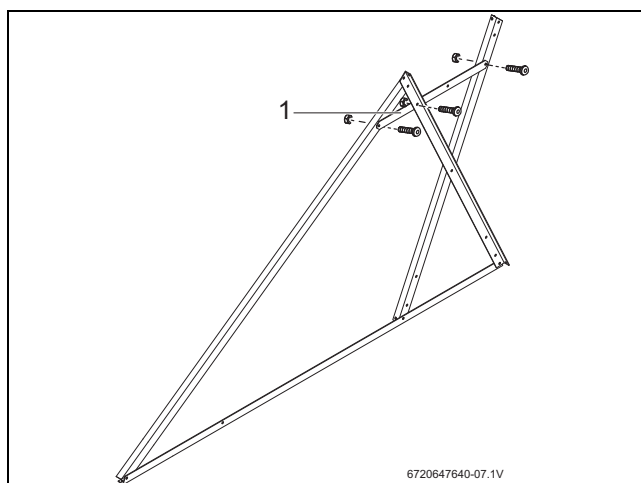

Fig. 20 Montar la barra transversal
- ▶ Atornillar la travesía (Fig. 20, [1]) a los dos perfiles de soporte del acumulador y al perfil de soporte del captador.